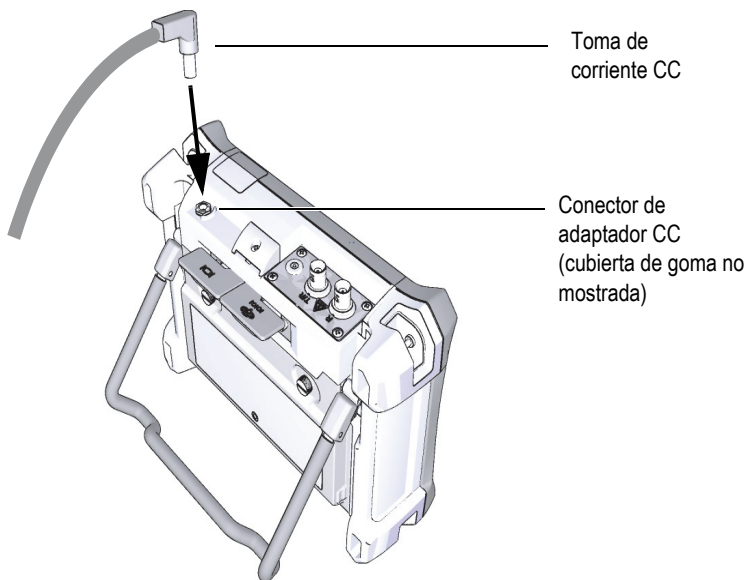

Figura 1-9 Conexión de la toma de corriente CC
3. Conecte el cable de alimentación de CC del cargador/adaptador de CA al conector del adaptador (véase la Figura 1-9 en la página 31).